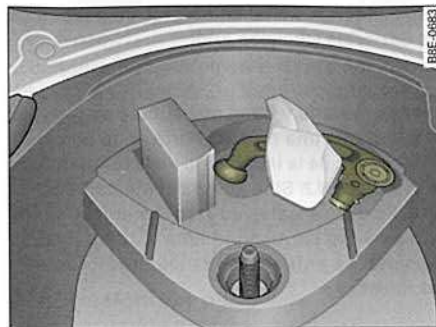

Fig. 195 Maletero:
- Para vehículos con juego para reparación de neumáticos ⇒ fig. 195.